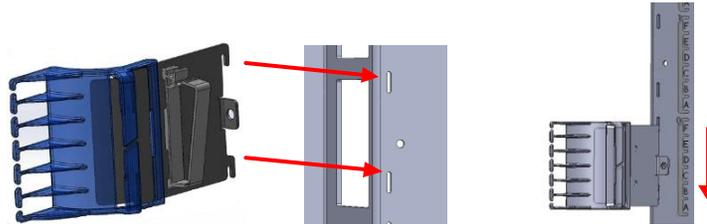

Figure 12
6. Fixer le guide d'acheminement à la partie arrière de la paroi latérale (figure 12).
4. Fixer le guide d'acheminement sur le rail arrière (figure 12).